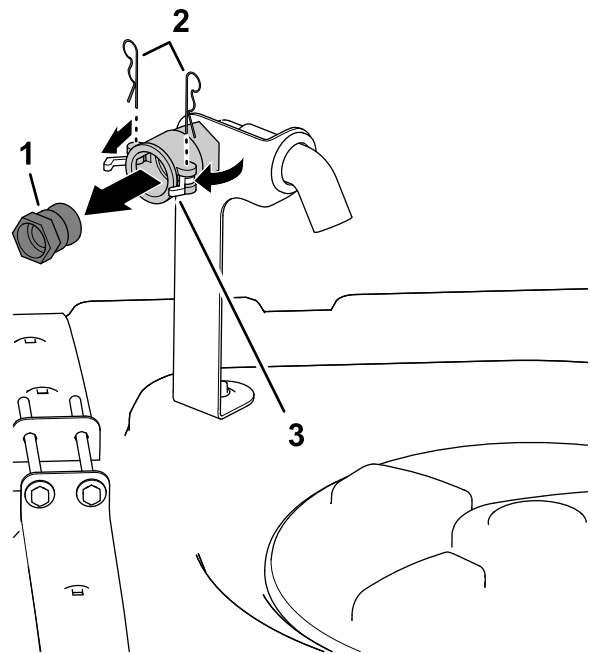

図 4
2. ラッチを回して、クイックディスコネクットのカップリングのフィッティングのロックを解除する 図 4。
3. クイックディスコネクットのカップリングからフィッティングを外す 図 4。
4. ラッチを閉じて、クイックディスコネクットのカップリングのフランジにヘアピンを取り付ける 図 4。
1. 液剤タンクカバーの右前側で、逆流防止レセプタクル用のクイックディスコネクットのフィッティングのラッチを固定しているヘアピン2本を外す 図 4。